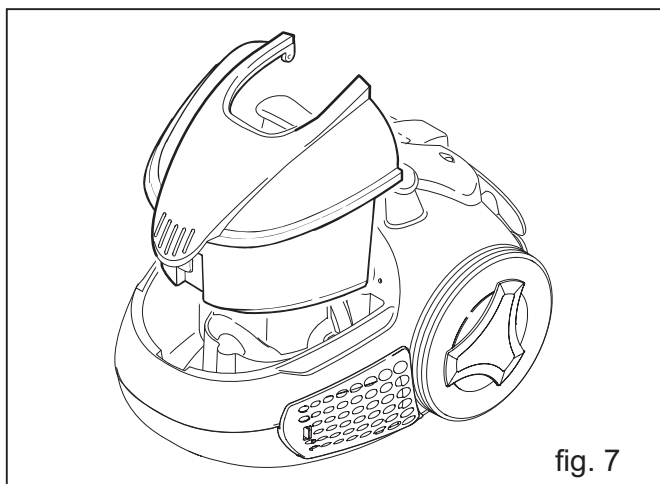

fig. 7
- Démontez le réservoir d'eau de son logement (fig. 7).